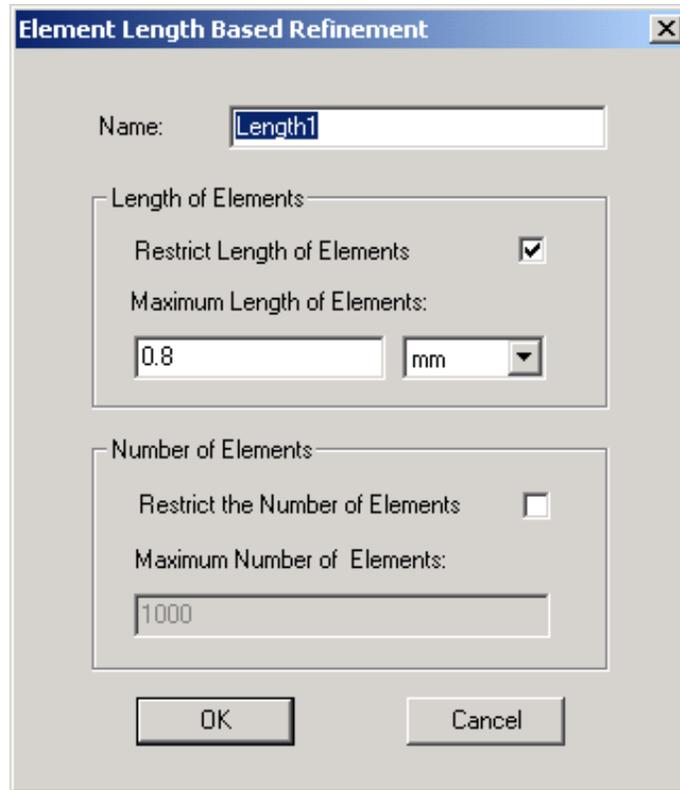

Рис. 6.13. Диалог задания уплотнения на основании длины элемента
2. Нажмите **HFSS>Mesh Operations>Assign>On Selection>Length-Based**. Появляется диалоговое окно **Element Length Based Refinement** (рис. 6.13).